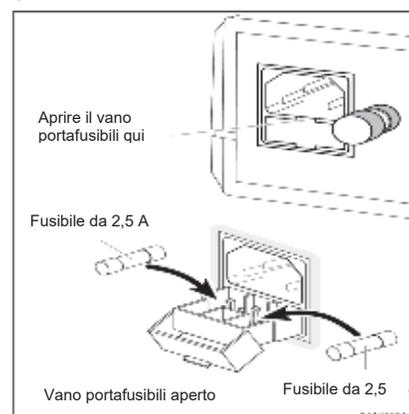

Figura 5. Sostituzione dei fusibili
2. Aprire il vano portafusibili, come illustrato nella Figura 5.